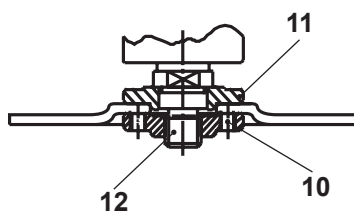

Fig. 15
- Discos finos (< 4 mm) con el centro curvado: coloque la cara con relieve de la brida de apriete alejada del disco (Fig. 15).